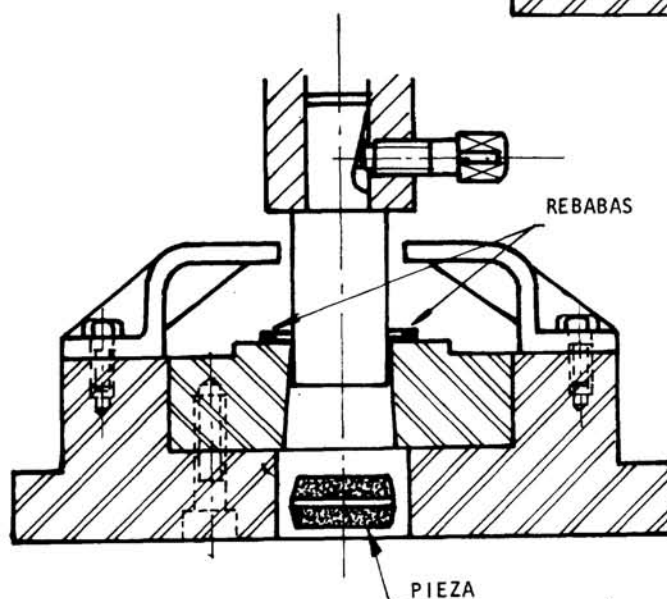

Fig. 2
- ___ c Accione el dispositivo para que el punzón descienda (fig. 2).